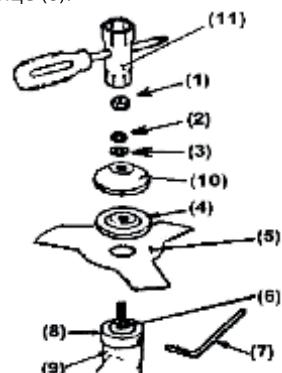

Рис. 6
5.4. Установка дискового ножа (рис.6)
1. Установите на выходной вал редуктора (2) внутренний, а затем прижимной фланец (см. рис.6).
2. Зафиксируйте вал от проворота с помощью ключа (11) (см. рис.6), закрутите кассету с леской (3) против часовой стрелки до упора